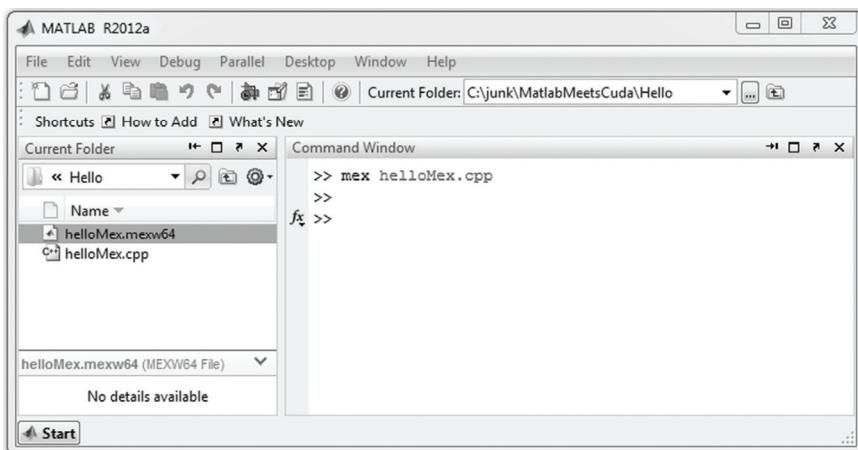

图 2.6 从 C/C++ 代码创建 c-mex 文件
**步骤 6** 上述步骤成功后，会在 Windows 系统相同文件夹下生成新的文件 helloMex\_mexw64 (或 helloMex\_mexw32)，如图 2.6 所示。